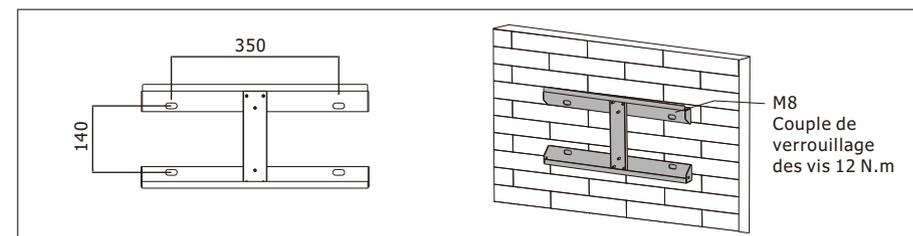

Figure 3.4-1 Installation de la plaque de suspension de l'onduleur
Étape 1. Veuillez utiliser le support de montage comme modèle pour percer 4 trous dans les bonnes positions (10 mm de diamètre et 80 mm de profondeur). Utilisez les boulons à expansion M8 dans la boîte d'accessoires et fixez fermement le montage avec un support de perçage de 12 mm sur le mur. L'installation du support de l'onduleur est illustrée à la Figure 3.4-1.